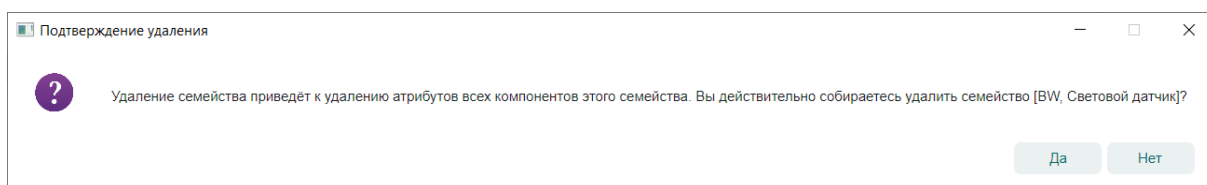

Рис. 37 Подтверждение удаления
5. В окне «Подтверждение удаления» нажмите «Да» для подтверждения удаления семейства или «Нет» для отмены действия, см. Рис. 37.